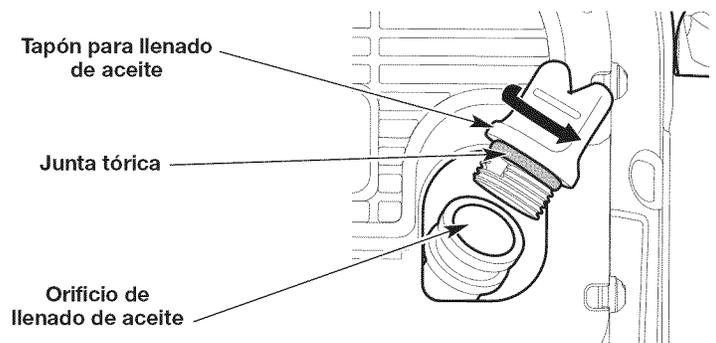

Fig. 11
3. Limpie la zona que rodea el tapón de llenado de aceite (Fig. 11) a fin de evitar que ingresen residuos en el orificio de carga de aceite.
NOTA: Compruebe que la junta tórica esté en su lugar en el tapón de llenado de aceite (Fig. 11).
1. Limpie la zona que rodea el tapón de llenado de aceite (Fig. 11) a fin de evitar que ingresen residuos en el orificio de carga de aceite.